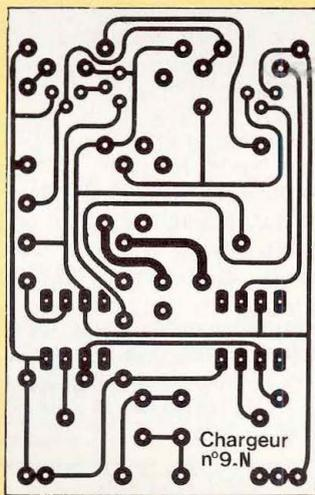
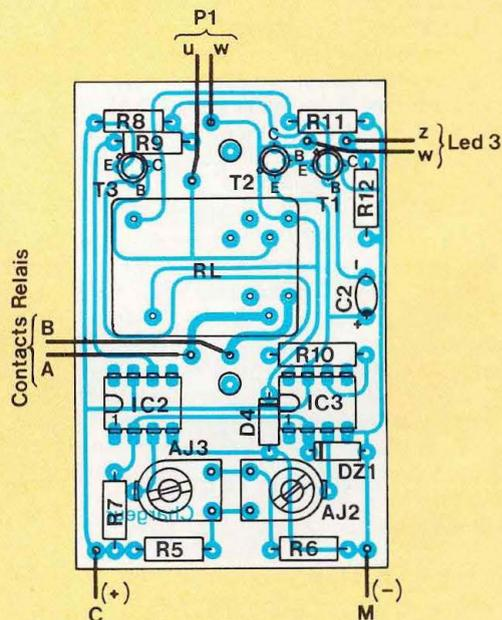

Fig. 12
Fig. 13
Le circuit imprimé d'automatisme sera réalisé identiquement au précédent. Son schéma de réalisation est donné à la figure 12. Il suffit de suivre le schéma de la figure 13 pour l'implantation des composants et le raccordement. Suivant le relais employé si celui-ci est monté sur support on n'oubliera pas l'étrier de maintien, un bateau avec son moteur, ça bouge, ça vibre... Enfin, on terminera en soudant deux picots en lieu et place de R11. Cela évitera bien des ennuis de démontage du circuit imprimé lors des essais et réglages si malgré la bonne foi de votre fournisseur, le relais employé ne correspondait pas à vos espérances. A ce moment, sans aucun démontage, les deux picots seront réunis soit par un strap, soit par une valeur de R11 déterminée plus « expérimentalement » et appropriée au type de relais employé.
- Fig. 12 : Circuit imprimé d'automatisme.
- Fig. 13 : Implantation des composants du circuit d'automatisme.